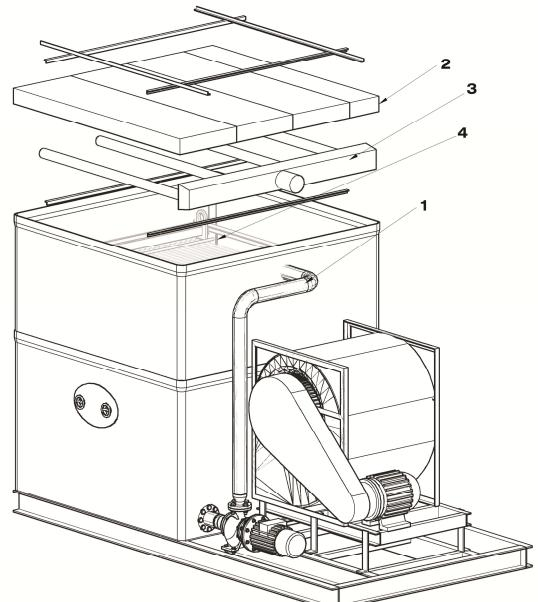

Fig. 12
1. Remove the distribution (fig. 12/3) set and the drift eliminator (fig. 12/2).
3. Remove the coil. (fig 12/4).
1. Démonter l'assemblage de distribution (fig. 12/3) et le séparateur de gouttelettes (fig. 12/2)..
3. Démonter la batterie (fig. 12/4).
1. Desmontar el conjunto de distribución (fig. 12/3) y el separador de gotas (fig. 12/2).
3. Desmontar el serpentín (fig. 12/4).